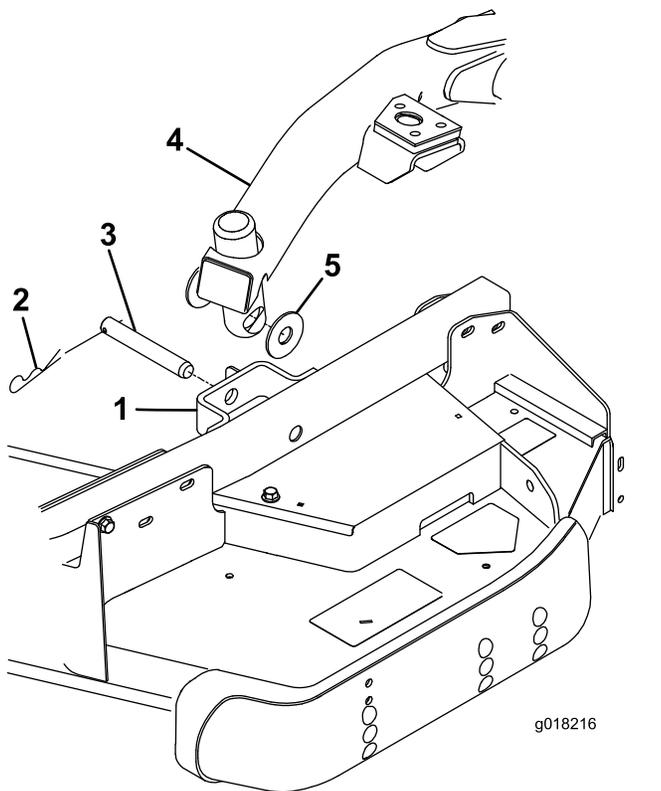

Figure 27
4. Poussez la commande de levage en avant en position de FLOTTEMENT. Poussez un bras de levage vers le bas jusqu'à ce que les trous soient en face de ceux du support du bras pivotant et qu'il soit possible d'insérer la tige de réglage de hauteur de coupe dans les patins du bras de levage (Figure 27).
5. Fixez le bras de levage au bras pivotant avec 2 rondelles de butée, un axe de chape et une goupille fendue, Placez les rondelles de butée entre le bras de levage et le support de bras pivotant (Figure 27) et insérez l'extrémité de la goupille fendue dans la fente de la patte du bras pivotant pour retenir la goupille fendue.